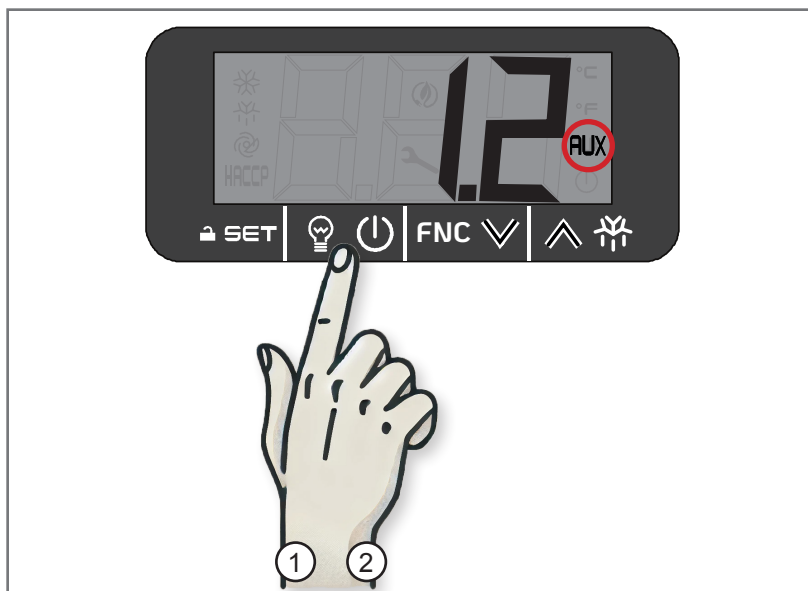

Fig 3.15 - Bouton de la lumière de la cellule
1. Appuyer sur la touche LUMIÈRE CELLULE (1 - Fig. 3.15) : l'écran affiche l'icône AUX.
2. Appuyer sur la touche LUMIÈRE CELLULE (2 - Fig. 3.15) : l'écran n'affiche pas l'icône AUX.